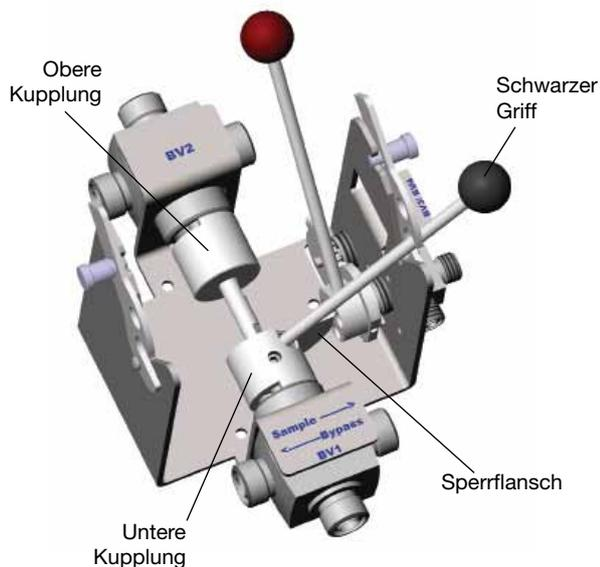

Abb. 2
2. Konfigurationen 3 und 4: Den Sperrflansch entfernen. Abb. 2.
3. Den schwarzen Griffchaft gegen den Uhrzeigersinn drehen und abnehmen. Abb. 2.
4. Die beiden Stellschrauben an der oberen Kupplung lösen. Abb. 2.
5. Die beiden Stellschrauben an der unteren Kupplung lösen. Abb. 2.